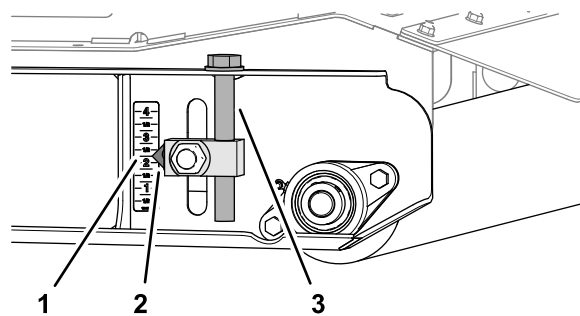

Figura 83
5. En el rodillo trasero, suba los ajustadores de altura de corte izquierdo y derecho hasta la marca de 2 1/4" de la pegatina (Figura 83).